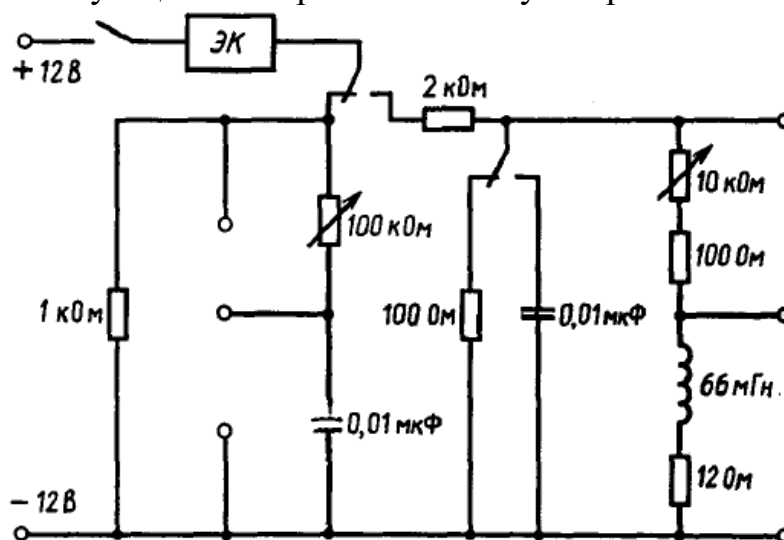

Рис. 5
3. Собрать установку (рис. 5) для исследования переходных процессов к стабилизированному источнику постоянного напряжения $U = 12$ В и включить электронный коммутатор.